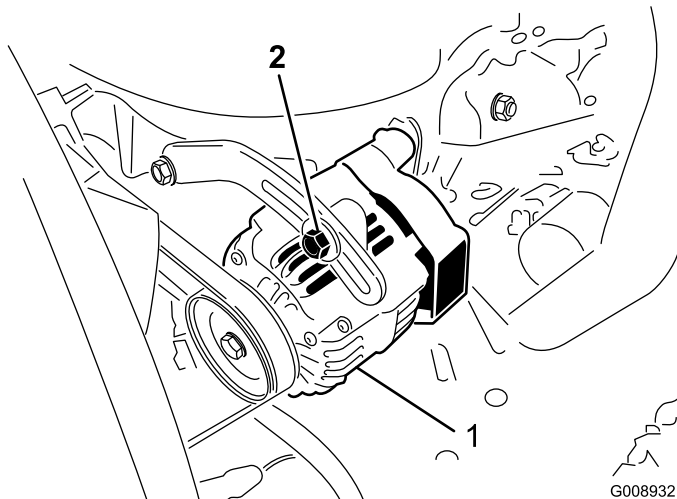

Figura 49
2. Se l'inflessione non è di 10 mm, allentate i bulloni di fissaggio dell'alternatore (Figura 49).